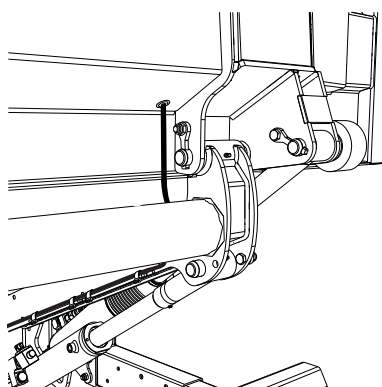
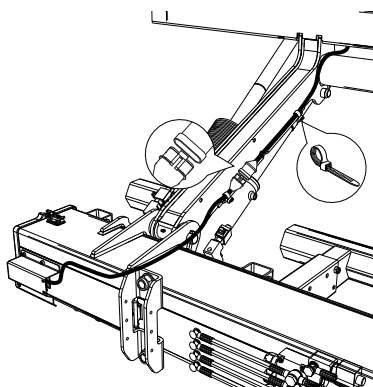
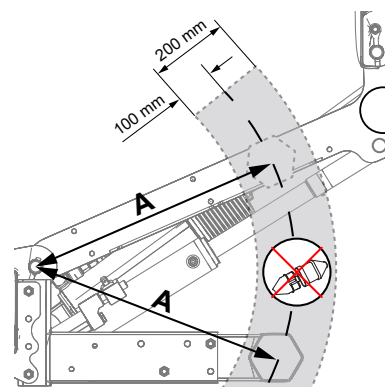

Imagen 60. Montaje del cableado
Imagen 61. Montaje del cableado
Imagen 62. Ubicación del conector rápido
2. Tender el cable y montar con una abrazadera de plástico como se indica en Imagen 60 y Imagen 61. El conector rápido debe colocarse de tal manera que no entre en conflicto con la protección contra empotramiento durante el movimiento del brazo primero. Medir la distancia (A) desde el centro del eje del brazo primero hasta el centro de la protección contra empotramiento, véase Imagen 62.
3. Medir la misma distancia (A) en el brazo primero, véase Imagen 62.
4. A continuación, colocar el conector rápido al menos 100 mm fuera o dentro de la medida obtenida (B), véase Imagen 62.